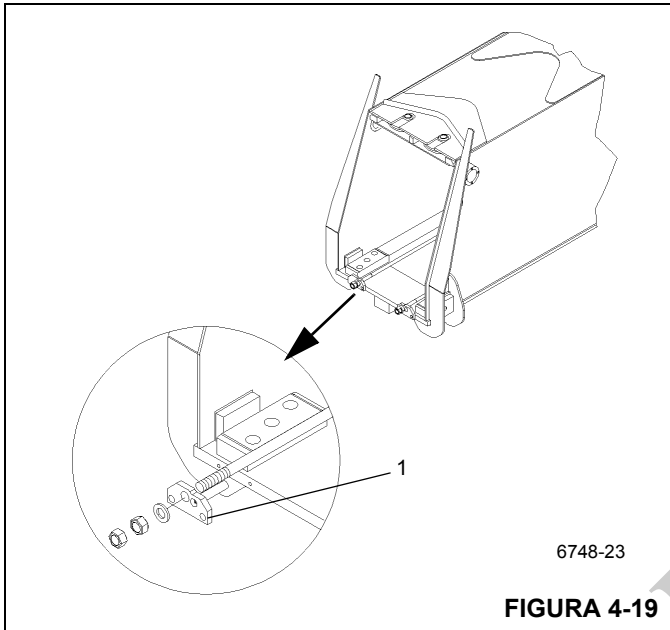

FIGURA 4-19
4. En la parte delantera inferior de la sección central interior, saque los pernos que fijan las placas de anclaje (Figura 4-19, 1) del cable de retracción de la sección de extremo. Retire las contratueras de cables y retire las placas de anclaje de los cables.